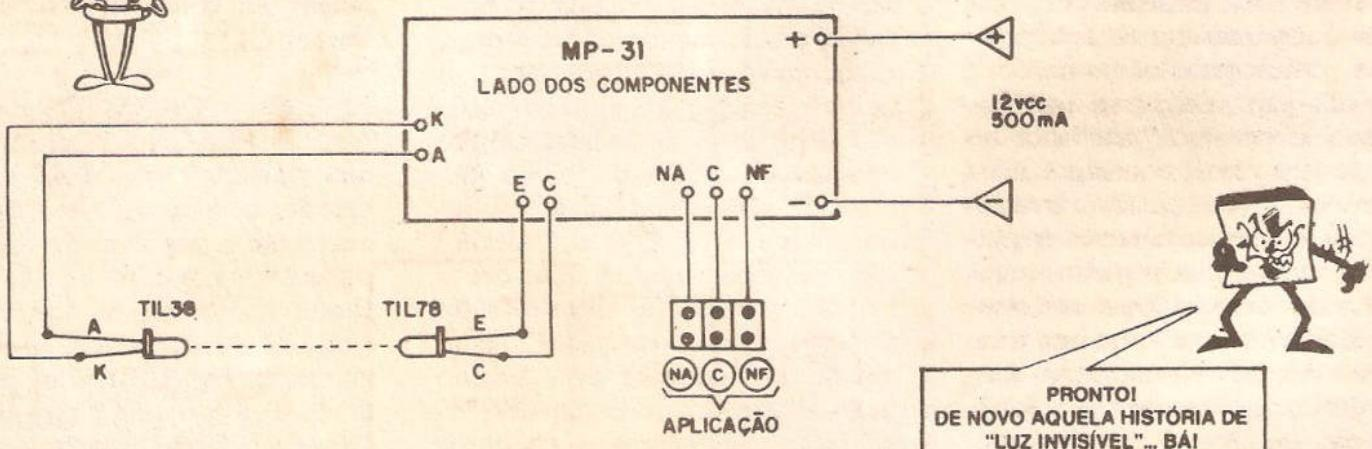

Fig. 6
- FIG. 6 - CONEXÕES EXTERNAS À PLACA - A placa continua "olhada" pelo lado não cobreado, desprezando-se momentaneamente a visualização dos componentes "em cima" dela, que já foram abordados na figura anterior... O que interessa, agora, são as conexões periféricas, entre a placa e o que está "fora dela"... Observar bem a polaridade da alimentação (convém codificar, como é norma, o fio do positivo